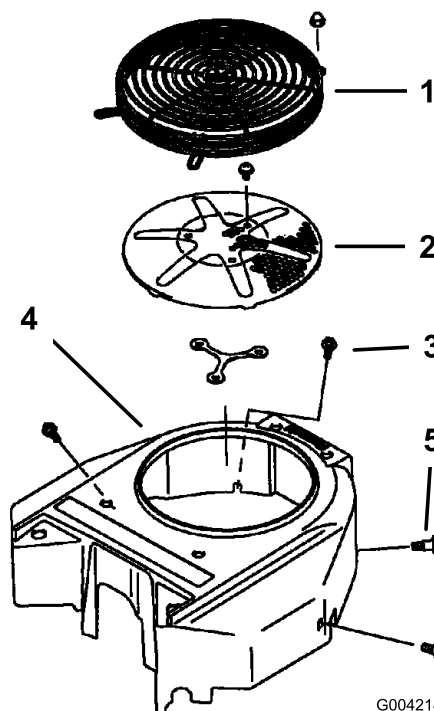

Figure 76
5. Reposez la grille d'entrée d'air, le lanceur et le carter du ventilateur (Figure 76).
Avant chaque utilisation, enlevez l'herbe, les saletés et autres débris éventuellement accumulés sur la grille du moteur. Cela permet d'assurer un refroidissement et un régime moteur corrects, et réduit les risques de surchauffe et de dommages mécaniques du moteur (Figure 76).
3. Déposez la grille d'entrée d'air, le lanceur et le carter du ventilateur (Figure 76).